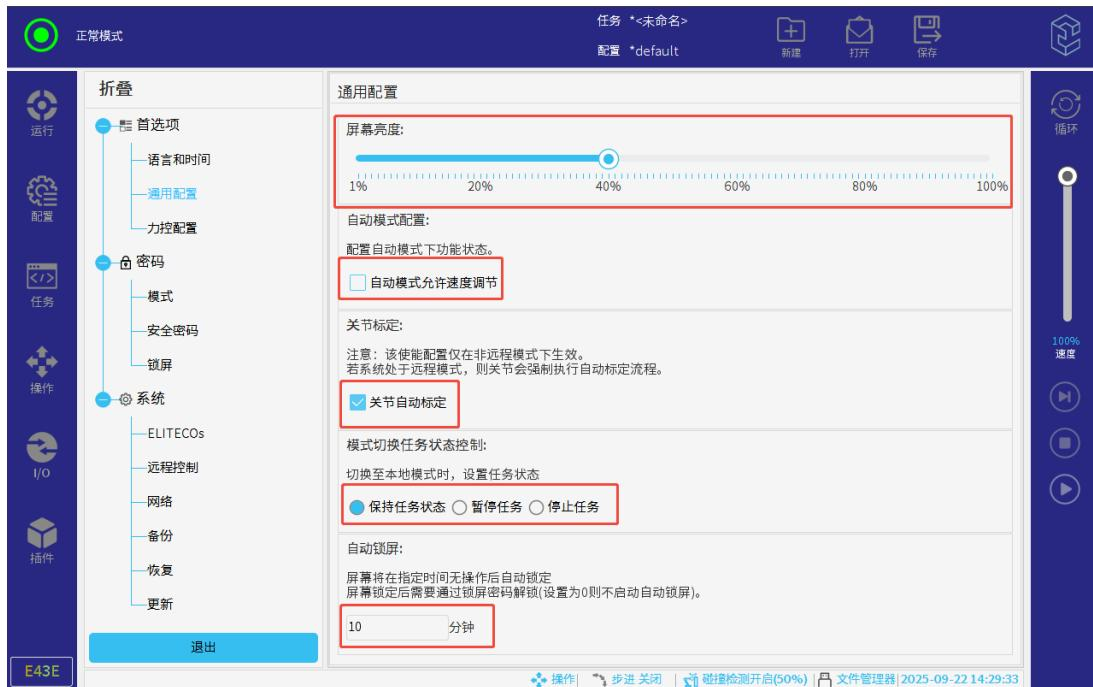

图 3-14: 通用配置
用户可在通用配置界面（见图 3-14）进行以下五方面的设置：
1. **调整屏幕亮度:** 滑动图 3-14中的比例轴，可调整屏幕亮度。
2. **自动模式配置:** 勾选图 3-14中的按钮，当系统处于自动模式下，可调节任务运行速度。
3. **关节标定:** 勾选图 3-14中的按钮，可进行关节自动标定。
4. **控制模式切换:** 勾选图 3-14中按钮，当切换模式时，系统将自动暂停任务的运行。